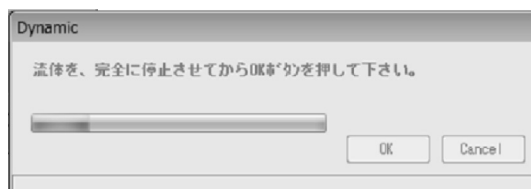

図124
- ④ チェック中は図124のようなプログレスバーが出現し、チェックの進行状況を確認することができます
- ③ 図124の「Times」は出力時間を任意で設定することができ、その設定された時間(出力時間「Times」は、「Count」×10.24msとなります。)まで出力します。「Total」はその決められた固定出力回数実行時の出力パルス数を表示します。